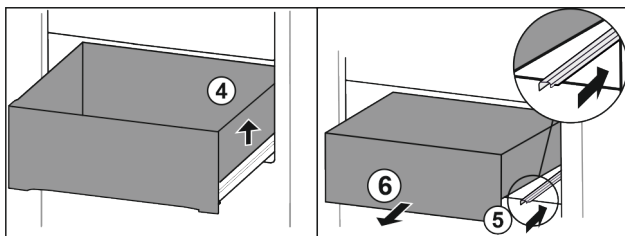

Fig. 75
- ▶ Soulever le tiroir sur la droite. Fig. 75 (4)
- ▶ Rentrer le rail de droite. Fig. 75 (5)
- ▶ Retirer le tiroir par l'avant. Fig. 75 (6)